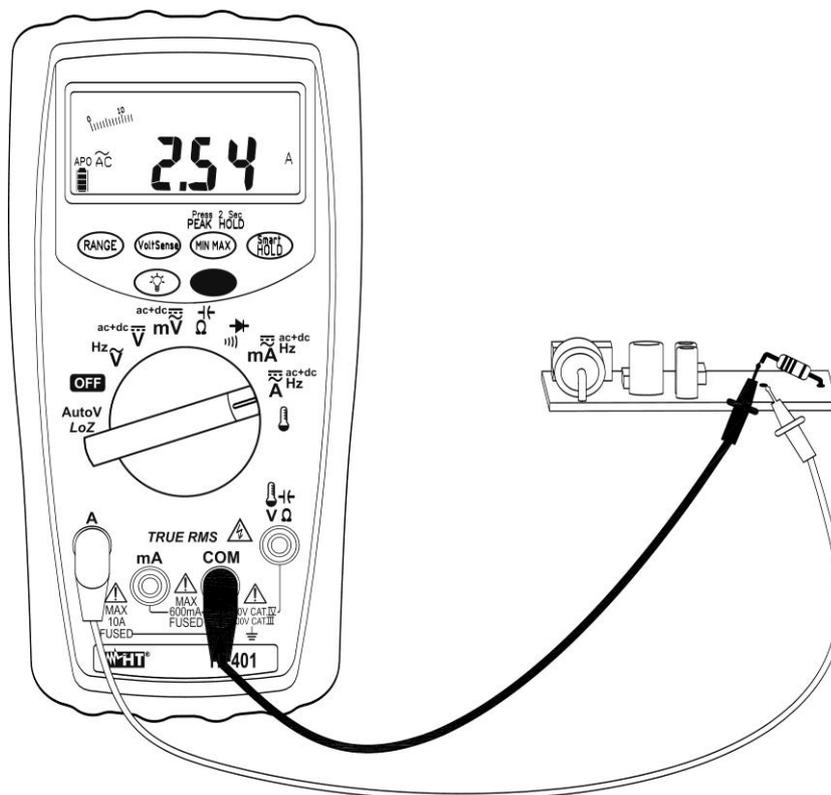

Fig. 6: Uso do instrumento para medir Correntes AC
6. Ligar a ponteira vermelha e a ponteira preta em série com o circuito do qual se pretende medir a corrente conforme indicado na Fig. 6.